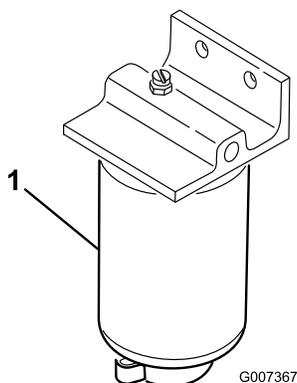

Рисунок 66
Сливайте воду или другие загрязнения из водоотделителя ежедневно (Рисунок 66). Через каждые 400 часов работы замените корпус фильтра.
1. Ослабьте соединение трубки к соплу № 1 и держателю в сборе (Рисунок 66).